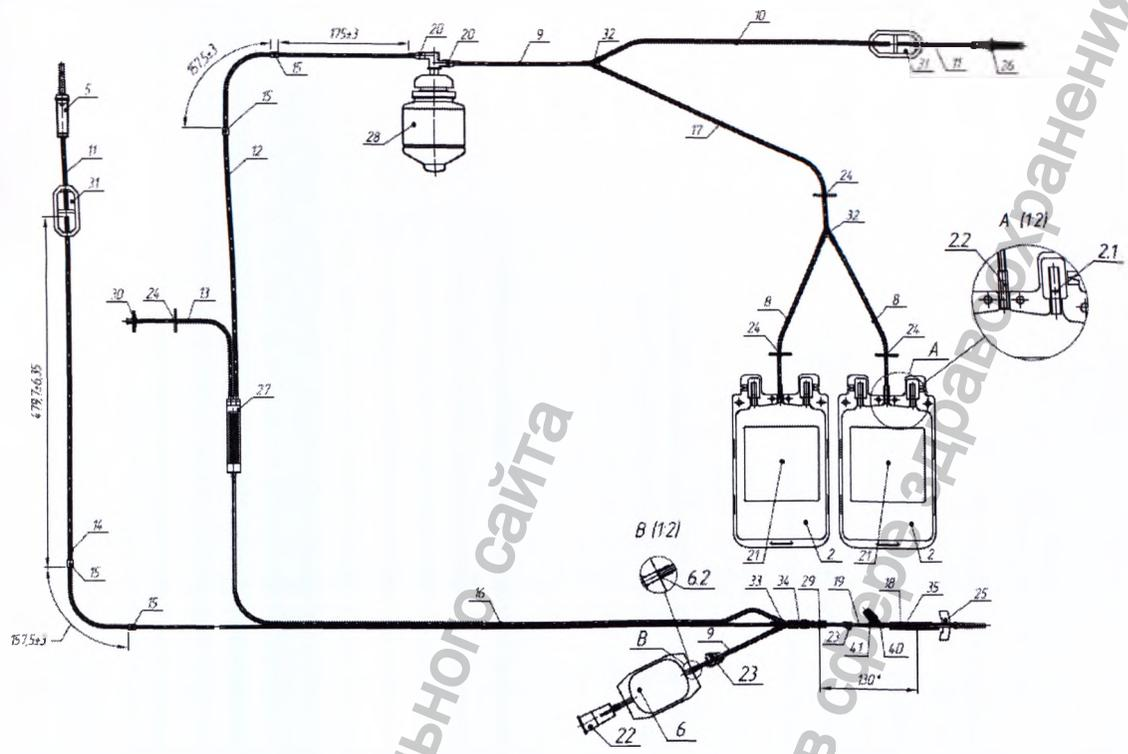

Рисунок 2 Варианты исполнения 2, 7.
2. Система, модель 2 (B) - рисунок 2;
7. Система, модель 2 (HS) - рисунок 2;